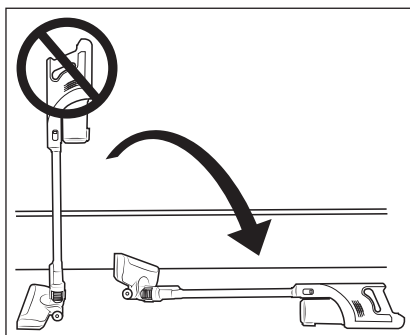

Rys. 8
- Odkurzacza można również ładować bezpośrednio za pomocą zasilacza sieciowego 9. W tym celu należy wyjąć wtyk rurkowy 10 z uchwytu ściennego 17, obracając go lekko, i włożyć go do gniazda ładowania 2 na urządzeniu (patrz rys. 8).